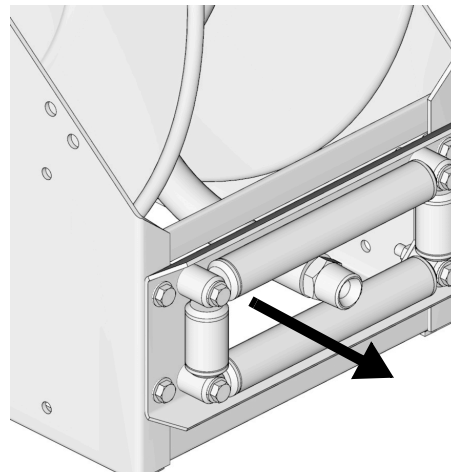

FIG. 16
13. Far passare l'estremità del flessibile attraverso i rulli per tubo (FIG. 16).